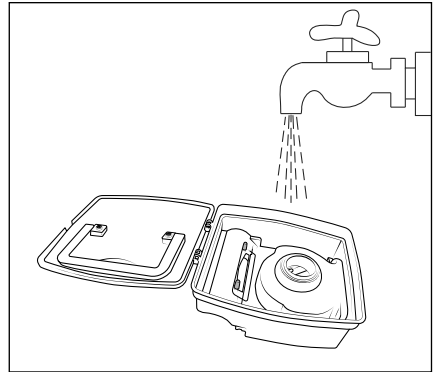

Fig. 10
- 5) Rengør støvbeholderen **12** med koldt eller lunkent vand (se fig. 10). Lad støvbeholderen **12** lufttørre helt, før du sætter den ind i produktet igen.